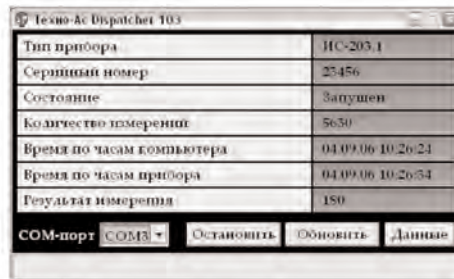
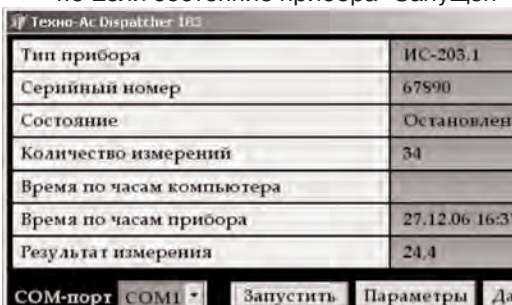

Рис.8
Рис.9
4.7 Переключателем “COM-порт” выбрать номер порта, по которому будет осуществляться связь с прибором. При этом в главном окне программы Dispatcher103 должна появиться информация о приборе, как показано на рис. 8. Если поля остались пустыми – требуется проверить правильность подключения прибора и выбора номера COM-порта.
Строка "Состояние" прибора изменится на "Остановлен", а кнопки "Остановить" и "Обновить" изменятся соответственно на "Запустить" и "Параметры" рис.9.
Запуск прибора возможен только с компьютера. Для этого следует нажать на кнопку "Запустить" в главном окне программы (рис.9). При этом изменится состояние прибора на "Запущен" и кнопка "Запустить" сменится на "Остановить". Кнопка "Параметры" сменится на "Обновить" (рис.8. Прибор работает. При нажатии на кнопку "Обновить" программа выведет новые значения количества измерений и результаты последнего измерения.